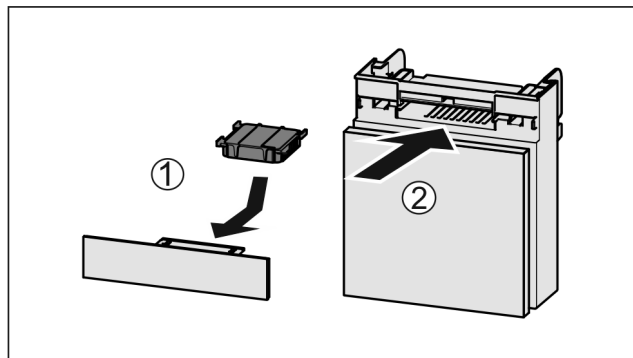

Fig. 53
- ▶ Поставете Fig. 53 (1) филтър с активен въглен, както е показано на фигурата.
- ▶ Вкарайте Fig. 53 (2) отделението.